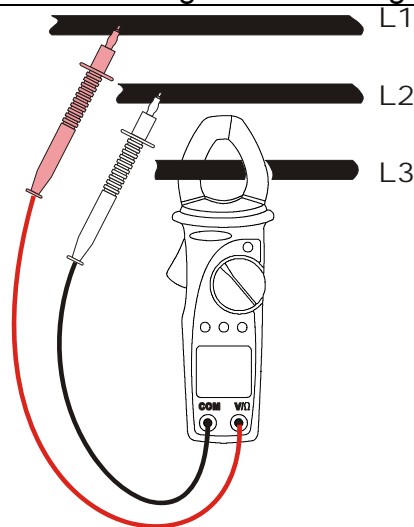

Abb. 13: Leistungs- und Energiemessung in 3 phasigen symmetrisch belasteten Systemen
- Öffnen Sie die Zangenbacken und umschließen Sie damit die Phase L3. Achten Sie dabei auf die Ausrichtungsmarkierungen auf den Zangenbacken. (siehe Abschnitt 4.1.2 und Abb. 13).
- Verbinden Sie die rote Prüfspitze mit der Phase L1 und die schwarze Prüfspitze mit der Phase L2 (s. Abb. 13). Der gemessene Wirkleistungsfaktor und das Symbol **AC** werden auf dem Display angezeigt.
2. Öffnen Sie die Zangenbacken und umschließen Sie damit die Phase L3. Achten Sie dabei auf die Ausrichtungsmarkierungen auf den Zangenbacken. (siehe Abschnitt 4.1.2 und Abb. 13).
4. Verbinden Sie die rote Prüfspitze mit der Phase L1 und die schwarze Prüfspitze mit der Phase L2 (s. Abb. 13). Der gemessene Leistungswert und das Symbol **AC** werden auf dem Display angezeigt.